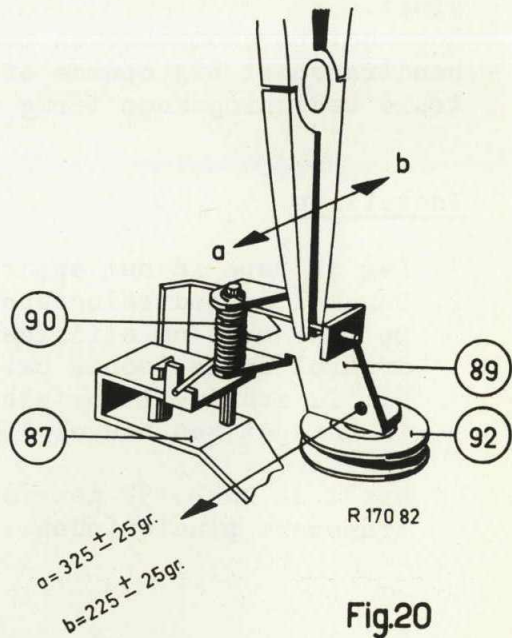

Fig.20
Zonodig instellen door het lange einde van veer 90 iets in de gewenste richting te verbuigen. (zie fig. 20)
6. De druk van hefboom 89 in de richting van het vliegwiel, moet gemeten in het gat in de hefboom 89 bij de as 91, liggen bij 225 ± 25 gr. (zie fig. 20)